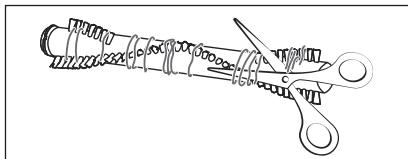

Fig. 31
- Coupez les fils et les cheveux le long des poils du rouleau brosse ②1 à l'aide de ciseaux (voir fig. 31). Retirez les fils et les cheveux du rouleau de la brosse ②1.